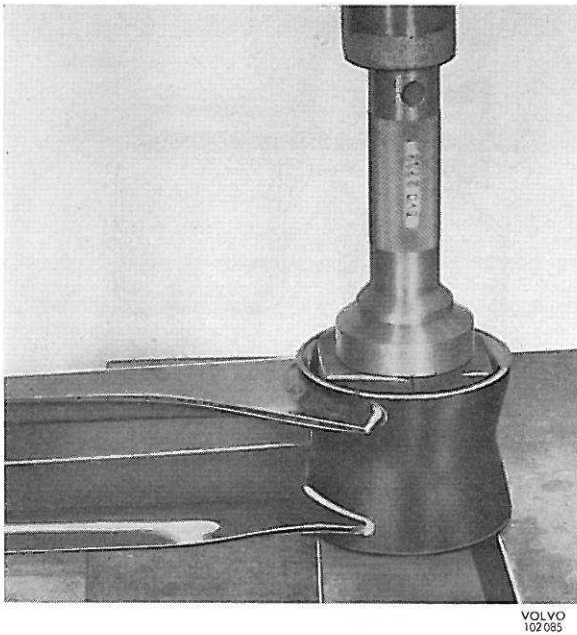

Figure 13. Démontage (et montage) de la bague avant, bras de roue
4. Extraire la bague avant en se servant du mandrin 2732. Enduire la bague neuve d'une couche **d'huile** et la monter en se servant du même outil, voir figure 13. Veiller à ce que les surfaces planes de la douille soient perpendiculaires à l'axe longitudinal du bras de roue.